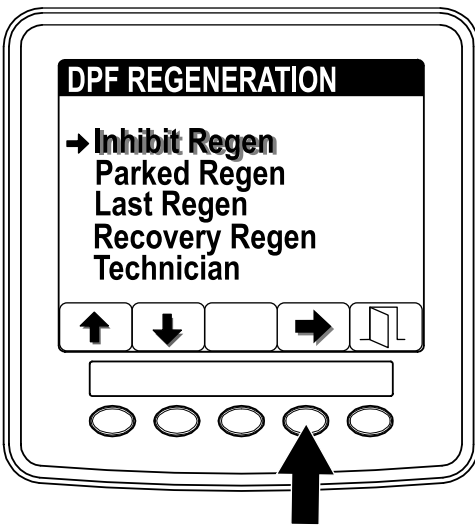

Рисунок 41
1. Перейдите к меню DPF Regeneration (Регенерация DPF) и нажмите кнопку 1 или 2 для прокрутки вниз к опции INHIBIT REGEN (ЗАПРЕТ РЕГЕНЕРАЦИИ) (Рисунок 41).
- Нажмите кнопку 4 для выбора позиции Inhibit Regen (Запрет регенерации) (Рисунок 41).